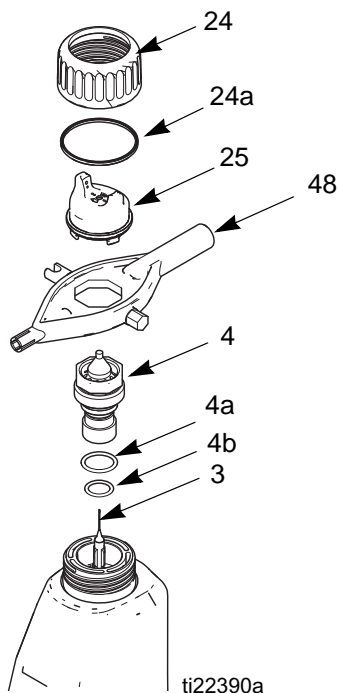

FIG. 18. Luftkappe/Düse ersetzen
2. Den Haltering (24) und die Luftkappe (25) entfernen. Siehe hierzu FIGURE 18.
3. Die Pistole nach oben richten und gleichzeitig die Materialdüse (4) mit dem Multifunktionswerkzeug (48) entfernen.